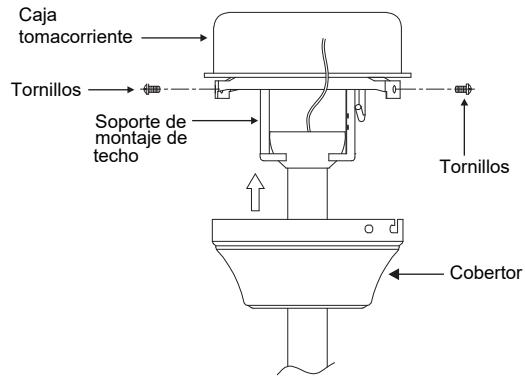

Fig. 12
**Paso 2.** Deslice el cobertor hacia arriba hasta el techo y ajústelo al soporte de montaje de techo utilizando 4 tornillos en el borde superior del soporte de montaje. Inserte cada tornillo en el orificio de montaje del cobertor y en el soporte de montaje. Ajuste bien todos los tornillos. (**Fig. 12**)